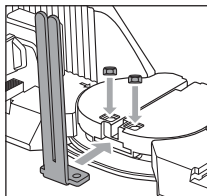

Fig. 2
- ◆ Împingeți prima bară de ghidare **7** într-un suport și puneți mai întâi doar o piuliță de siguranță **10** cu partea plană în adâncitură (a se vedea fig. 2).